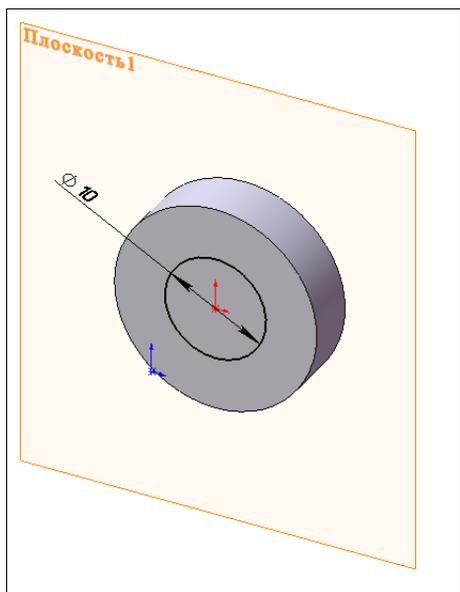

Рис. 2.122
8. Продолжим конструирование детали Кнопка. Выберем плоскую поверхность детали, войдем в режим рисования эскиза и нарисуем эскиз ножки кнопки (рис. 2.122).